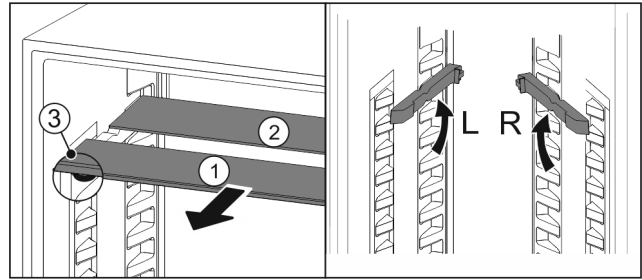

Fig. 118
- ▶ По одной извлеките Fig. 118 (1) стеклянные панели движением вперед.
- ▶ Стеклянная панель Fig. 118 (1) с декоративной планкой лежит спереди.
- ▶ Стопоры Fig. 118 (3) показывают вниз.